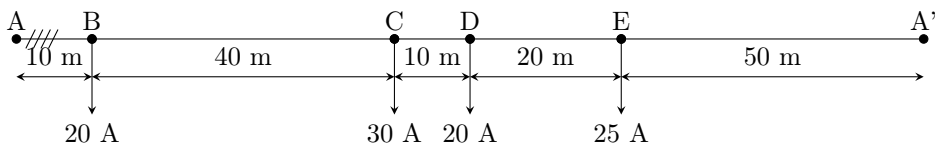

Figura 7.9: Diagrama unifilar del problema 7.19.
- 7.19 (2.8-2.) Calcular la sección de la línea trifásica cerrada representada en la figura 7.9. Los conductores son de aluminio, cable RZ en instalación aérea tensada con neutro fiador. La tensión de línea es 400 V y la caída de tensión máxima 1,5%. Se considera la unidad como factor de potencia común para todas las cargas.